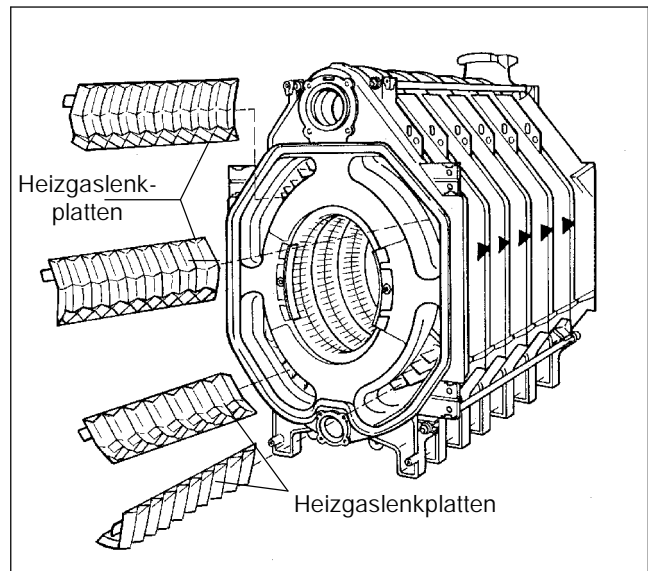

Abb. 21
- Heizgaslenkplatten entsprechend der aufgegossenen Beschriftung in die Heizgaszüge einlegen (Abb. 21).